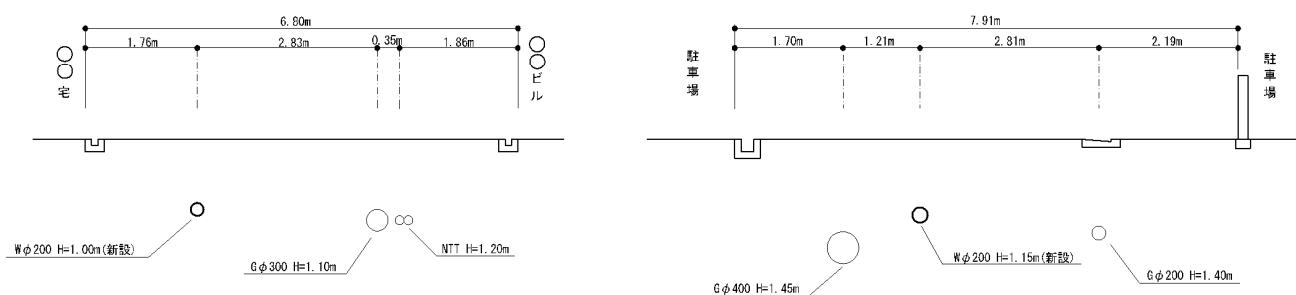
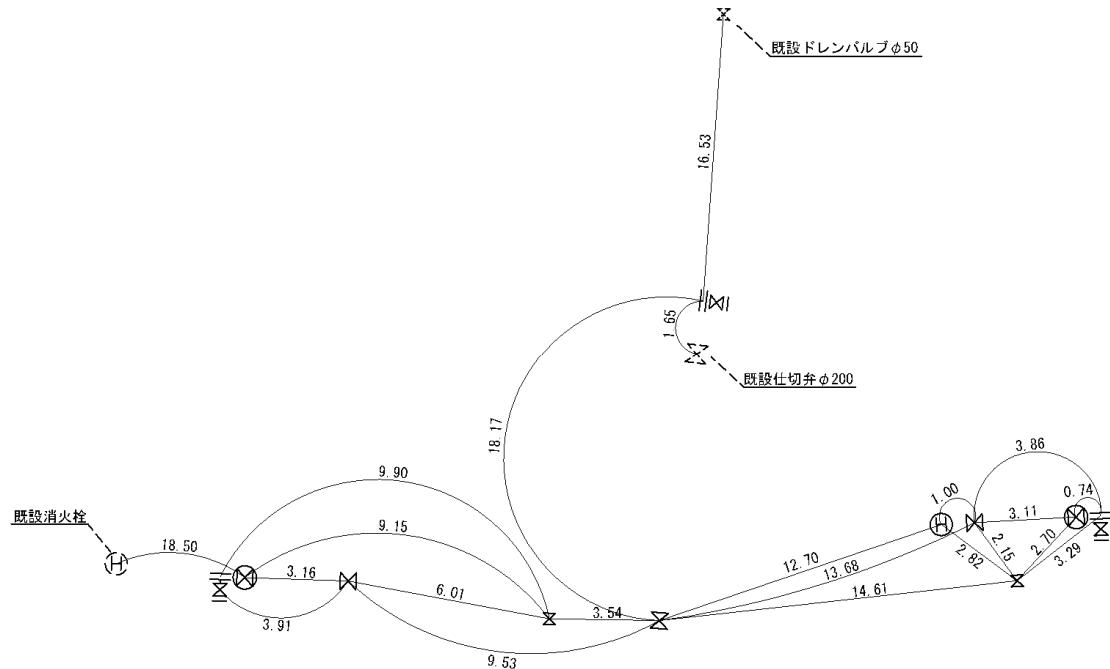

図 7-2 平面図・断面図作図例
図 7-3 オフセット作図例
- ③ 竣工図の配置は、平面図、断面図、配管詳細図等を配置よく記入すること。
- ④ 竣工図が2枚以上にわたる場合又は1枚であっても路線の方向が変わり、路線を切断する必要がある場合は、必ずアルファベットの文字による符号を付け、接続線（切断図）を記入すること。なお、接続する場合は隣接する部分を5cm程度重複して記入すること。
- ⑤ 竣工図は、北方向を上として作成することを標準とし、方位記号を記入すること。
- ⑥ 平面図には、目印となるビル名、公共施設名、家屋名、管種、口径、延長、仕切弁、不断水式仕切弁、寄り、深さ等を記入すること。
- ⑦ 平面及び断面図は、本工事の新設管だけでなく、発注者の既設管及び他の地下埋設物（ガス、電話、電気、下水、企業団水道等）を記入すること。また、断面図について、水道管及び他の地下埋設物の寄り及び深さは確実に記載すること。なお、前記の平面・断面図以外において、新設管の埋設深さが地下埋設物のため深く又は浅く変更となる区間があれば、平面図上に官民境界からの寄り及び深さを記載すること。
- ⑧ 仕切弁、不断水式仕切弁、切口等は、必ずオフセット測量を行い、平面図又は詳細図に寸法を記入すること。また、オフセットについては、既設水道施設（仕切弁、消火栓等）から測定すること。（図7-2及び図7-3参照）
- ⑨ 仕切弁及び不断水式仕切弁は、地表面からスピンドル天端までの寸法を測定し、平面図に記載すること。
- ⑩ 不断水式仕切弁及びGX形特殊丁字管は、使用したメーカー名を平面図に記載すること。
- ⑪ 新設管については、耐震管、非耐震管などを区分したうえで、各々の管種、口径、延長等を引き出し線により平面図に記載すること。
- ⑫ 新設管が水路及び暗渠の伏越しをする場合は、伏越しの表示を、またサヤ管を使用する場合は、実線でサヤ管の表示を行うこと。
- ⑬ 新設管が地下埋設物等のため、埋設深さが浅くなり、コンクリート等で防護する場合は、図面上にコンクリート寸法等を表示すること。